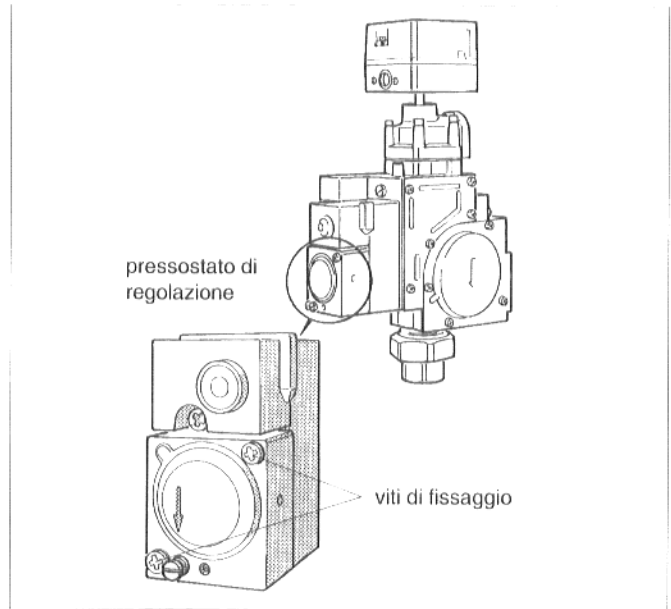

Fig. 30: "Honeywell" VR 4905, pressostato di regolazione
- ✦ Togliere il pressostato di regolazione svitando le due viti. (Fig 30.)